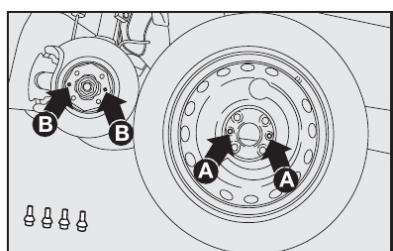

fig. 13
- Montar a roda sobressalente, encaixando os furos **A-fig. 13** com os respectivos pinos **B-fig. 13**.